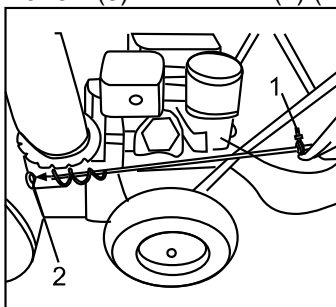
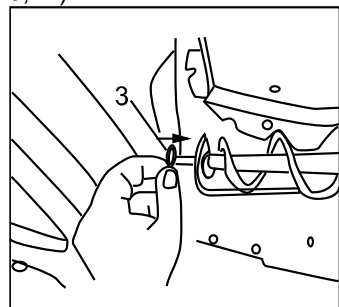

Рис.9
Рис.10
4. Установка регулировочного рычага разгрузочного желоба. Вставить рычаг в отверстие держателя (2) (Рис.9) и закрепить с помощью шайбы (3) и шпильки (4) (Рис.10,11).